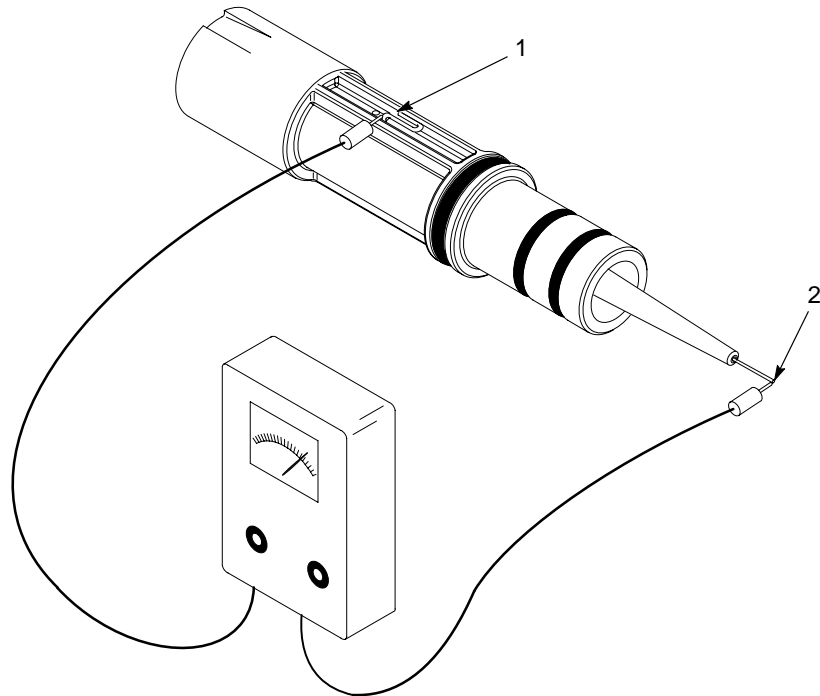

Figura 5-4 Comprobación de continuidad del conjunto de soporte de electrodo
1. Ver la figura 5-4. Retirar el conjunto de soporte de electrodo de la pistola de aplicación. Ver *Desmontaje de la ruta de polvo* en la sección *Reparación*.
2. Conectar los bornes del ohmímetro estándar al cable de contacto (1) y a la punta del electrodo (2).